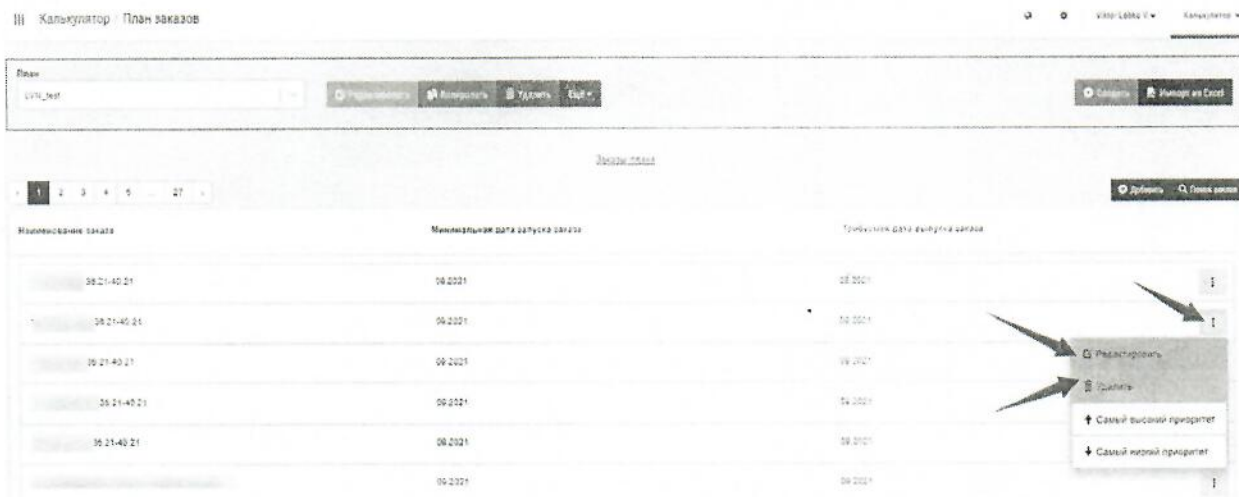

Рисунок 4.26
- корректировку дат запуска заказов путем выбора соответствующего плана из выпадающего списка, затем в строке нужного заказа нажатия кнопки с тремя точками и выбора пункта «Редактировать», после чего в открывшемся окне «Редактирование заказа» можно будет изменить требуемую дату запуска и (или) выпуска соответствующего заказа и сохранить внесенные изменения (рисунок 4.26 и рисунок 4.27);